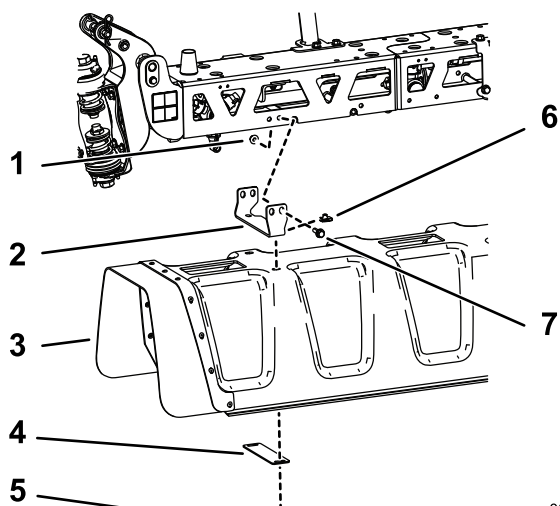

図 8
1. 中央カバーをブラケットに取り付けるUナット8個、ワッシャプレート4枚、六角ヘッドボルト5/16 x 1-1/4 インチ8本を使用して図 8 のように取り付ける。
2. 中央ブームブラケット4個とブーム取り付けプレートを中央ブームに取り付ける六角ヘッドボルト 3/8 x 1-1/4 インチ 4本とフランジナット 3/8 インチ 4個を使用して、図 8 のように取り付ける。